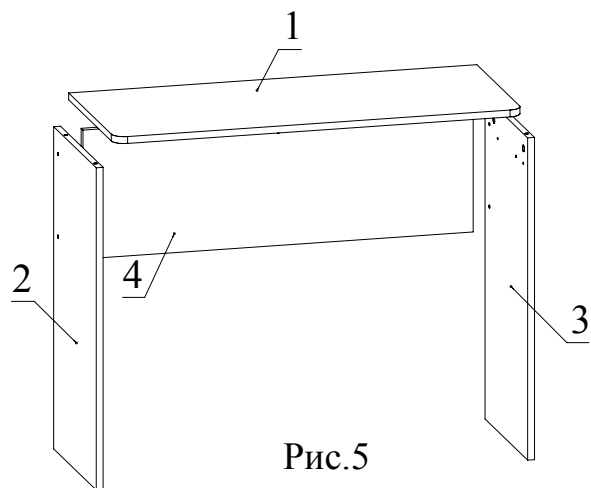

Рис.5
3. Соедините детали 2, 3 с деталью 4 при помощи конфирмат. Установите деталь 1 на детали 2, 3, 4 и зафиксируйте, повернув конфирматным ключом головки минификс по часовой стрелке до упора (Рис.5).